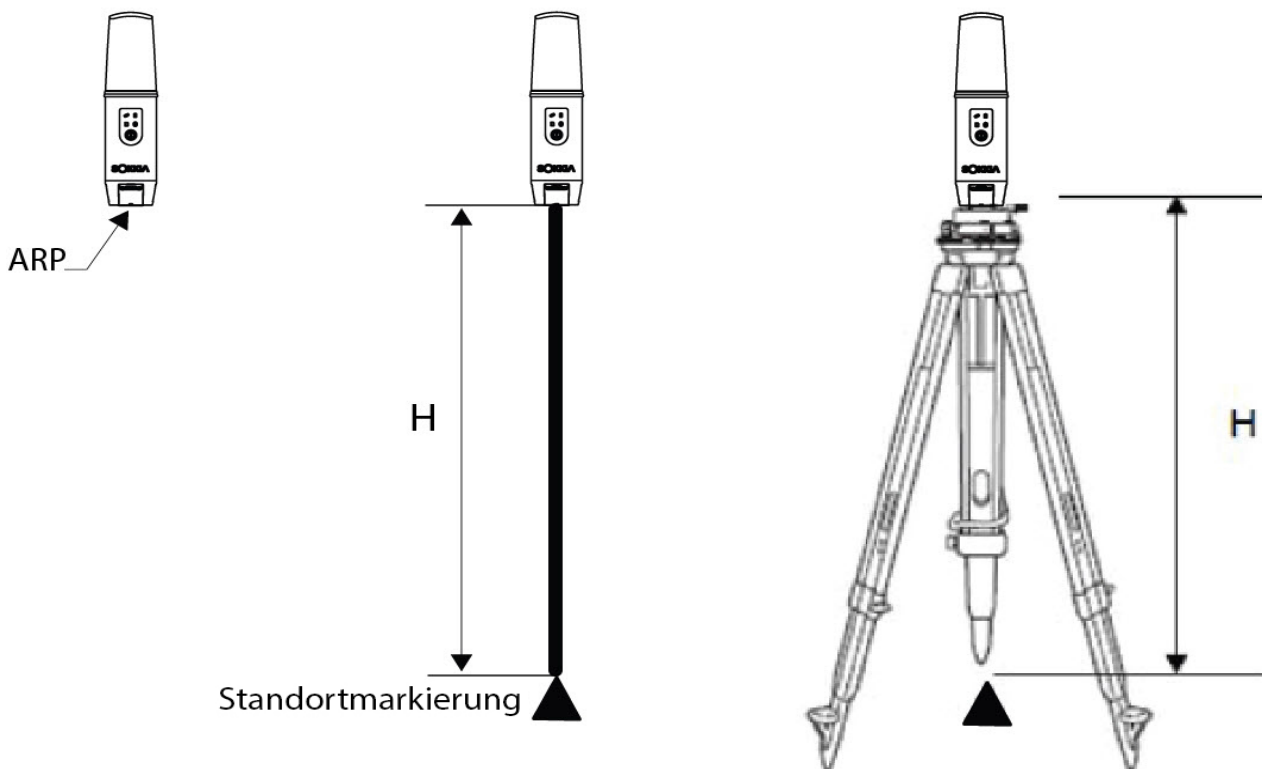

Abbildung 24: Akkurate Antennenhöhe messen
- gemessene Höhe (H) vom Boden des Empfängers über der Standortmarkierung (siehe Abbildung 24)
Topcon Software benötigt nur die gemessene Höhe (H) zur Berechnung der Koordinaten des Antennenphasenzentrums des Empfängers. Für eine akkurate Antennenhöhe wird die Anwendung der vertikalen Methode wie in Abbildung 24 empfohlen.